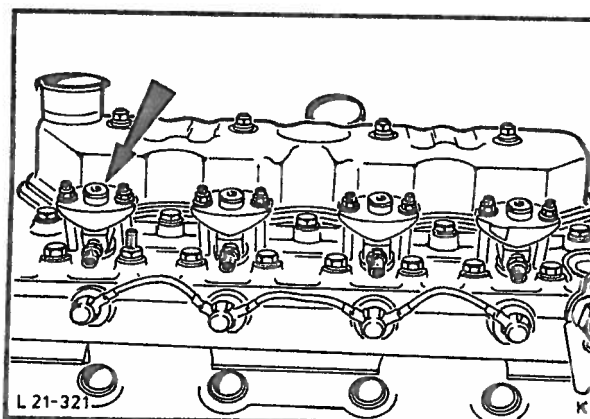

Fig. 40 Demontering av innsprøytningsdyser.
7. Demonter innsprøytningsdysene, fig. 40 (2 bolter på hver), deretter dyseholdere, tetningsringer og varmebeskyttelsesplater.